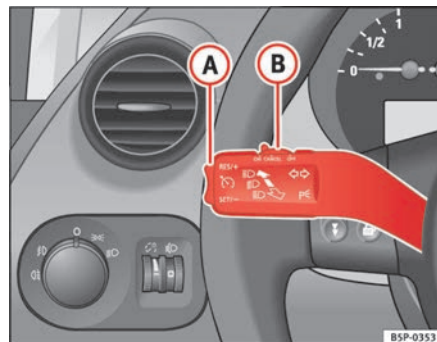

Fig. 146 Alavanca dos indicadores de direcção e máximos: comando e botão basculante para o regulador de velocidade
- Quando se tiver alcançado a velocidade que se quer programar, premir brevemente a parte inferior do botão basculante **SET/-** ⇒ fig. 146 **A** uma vez.